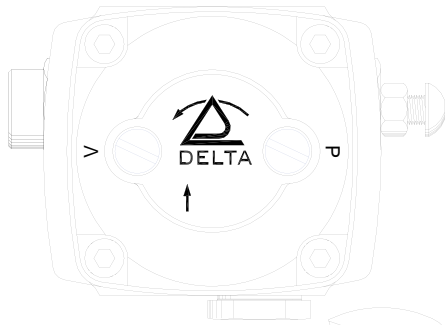

Fig. 1
- a) Entfernen Sie den 1/4" Stopfen vom Rücklaufanschluß mit einem 19 mm Gabelschlüssel (Fig. 1).
- e) Verschließen Sie den Rücklaufanschluß mit einem 1/4" Metallstopfen (Fig. 1).